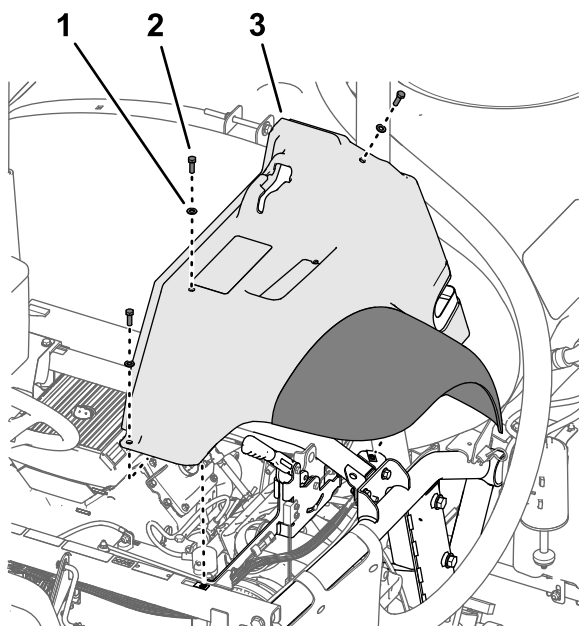

Figura 11
2. Rimuovete i 3 bulloni (5/16" x 1") e le 3 rondelle (5/16") che fissano il parafango al telaio della macchina (Figura 11).